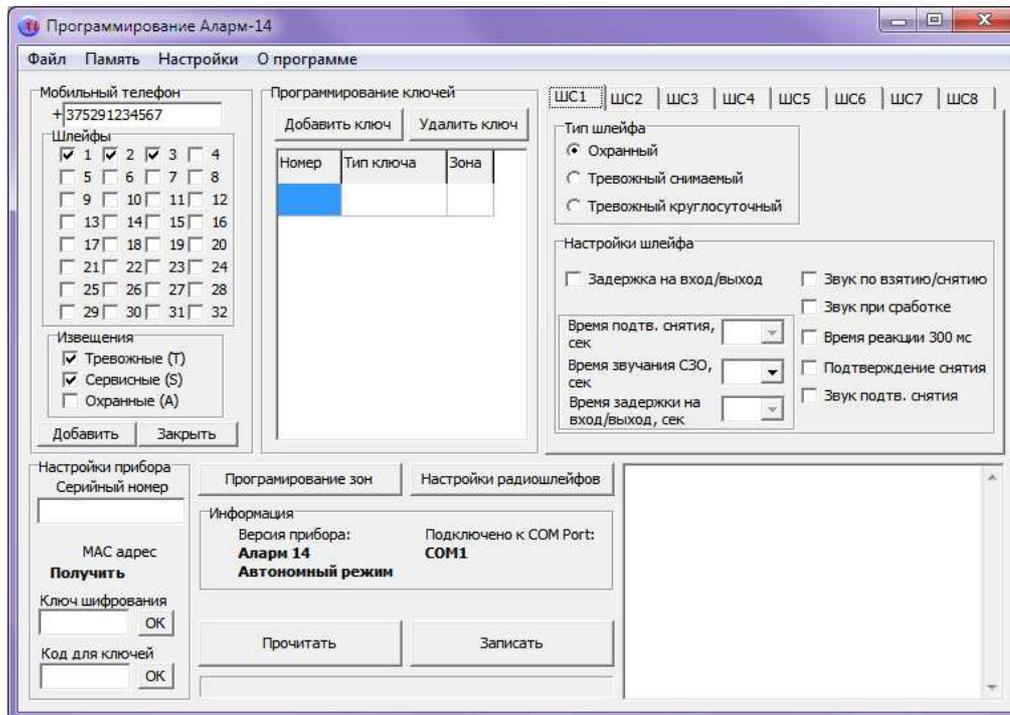

Рисунок 19.
4.4 Для добавления номера мобильного телефона на вкладке "Мобильные телефоны" (рисунок 19), введите номер мобильного телефона, отметьте шлейфы и тип извещений по которым будут формироваться SMS сообщения, нажмите кнопки "Добавить" и "Заккрыть".